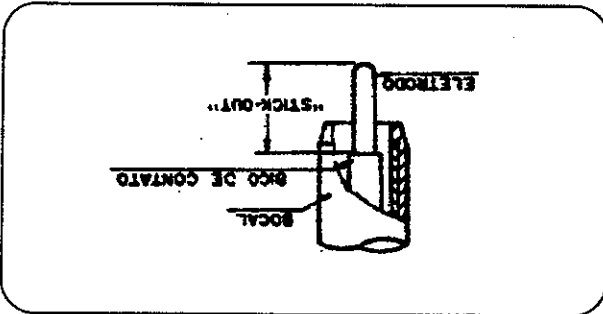

Fig. 15 - O "Stick-out" elétrico.
- Deixe um "stick-out" (Fig.15) de 20 a 25mm;